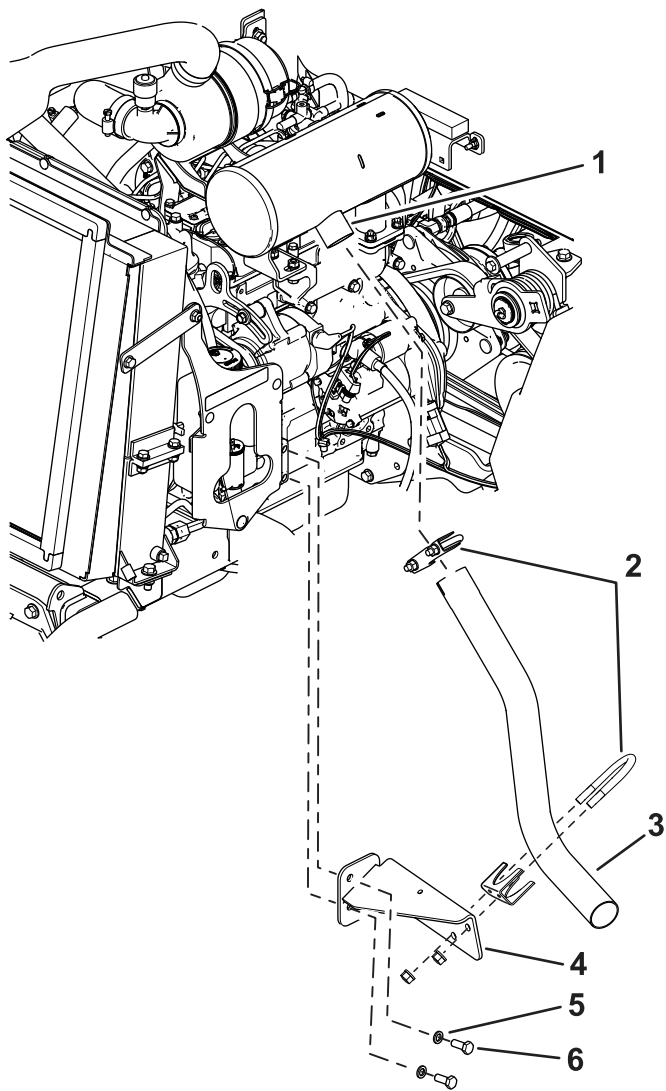

Рисунок 7
4. Установите новую опору в сборе на боковую часть двигателя с помощью ранее снятых шайб и болтов двигателя (Рисунок 7).
5. Наденьте имеющийся зажим на новую выхлопную трубу и установите новую выхлопную трубу на выпуск глушителя (Рисунок 7).
6. Установите новый зажим на новую выхлопную трубу и опору в сборе с помощью крепежных деталей зажима (Рисунок 7).
8. Затяните болты двигателя с моментом 54 Н·м, а затем затяните все зажимы (Рисунок 7).